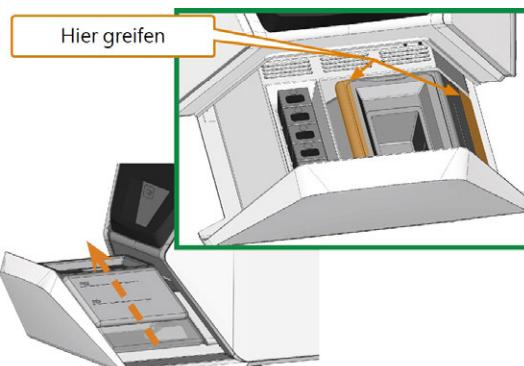

ABB. 36 KÜHLFLÜSSIGKEITSBEHÄLTER AUS DER KOMBISCHUBLADE ENTNEHMEN
5. Greifen Sie den Kühlflüssigkeitsbehälter an den in der folgenden Abbildung markierten Bereichen. Ziehen Sie ihn in Pfeilrichtung aus der Schublade heraus (Abb. 36 unten).